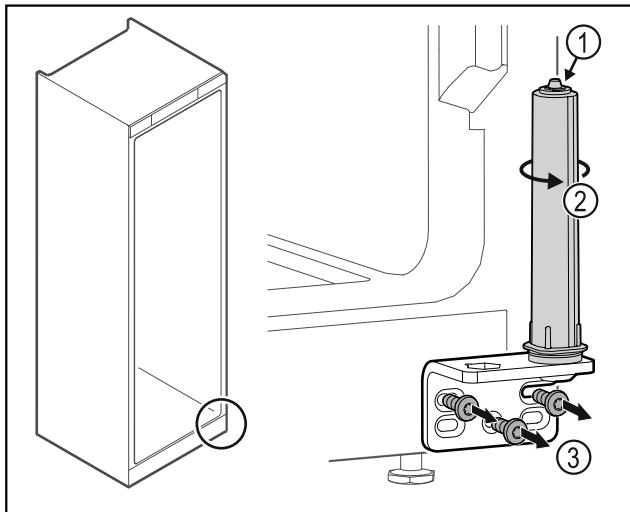

Fig. 25
- Neizjauciet durvju slēgšanas sistēmu Fig. 25 (1).
- Pagrieziet slēgšanas sistēmu Fig. 25 (2), līdz tā noklikšķ.
- Noskrūvējiet lokāmos kronsteinus Fig. 25 (3).